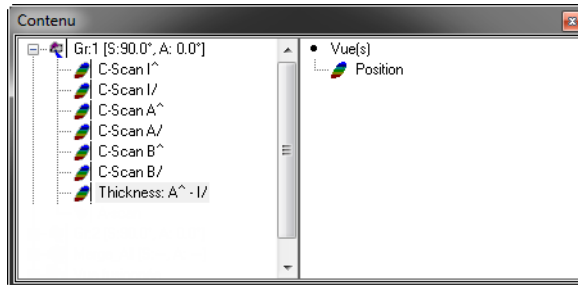

Figure 7-2 Sélection d'une vue de C-scan d'épaisseur
5. Sélectionnez un C-scan d'épaisseur dans la boîte de dialogue **Contenu** (voir la Figure 7-2 à la page 350).